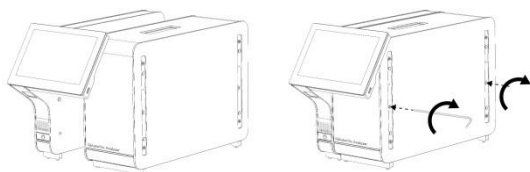

Figura 3. Fixação do módulo operacional no módulo analítico.
3. Remova o módulo operacional da respetiva caixa e fixe-o no lado esquerdo do módulo analítico. Aperte os parafusos utilizando a ferramenta de montagem do módulo analítico-operacional fornecida com o QIAstat-Dx Analyzer 1.0 (Figura 3).